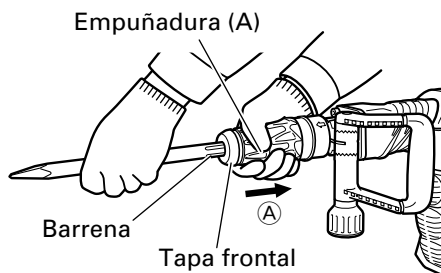
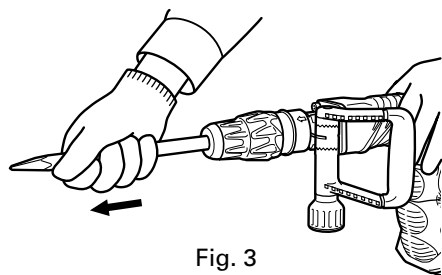
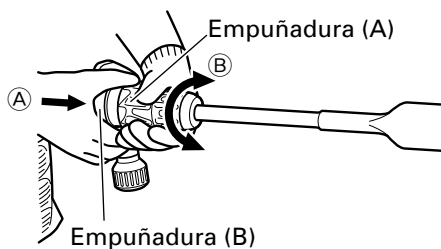

Fig. 2
Fig. 3
Fig. 4
- (1) Limpie la parte del vátago de la herramienta.
- (2) Tal como se muestra en la Fig. 2, tire de la empuñadura (A) en la dirección de (A), e inserte la herramienta en el orificio de la tapa frontal.
- (3) Ajuste la posición de la ranura girando la herramienta, y después inserte más hasta que ésta toque el extremo del orificio.
- (4) Devuelva la empuñadura (A) a su posición original, tire de la herramienta para asegurarse de que haya quedado completamente bloqueada. (Fig. 3)
- (1) Como se muestra en la Fig. 4, si la empuñadura (A) se gira en el sentido de (B) cuando la empuñadura (B) esté girada 60 grados en el sentido de (A), el ángulo de la cuchilla podrá cambiarse libremente hasta la posición deseada.
- (2) Suelte la empuñadura (B), gire la herramienta, y cerciéndose de que haya quedado completamente bloqueada.
Tal como se muestra en la Fig. 2, tire de la empuñadura (A) y extraiga la herramienta.